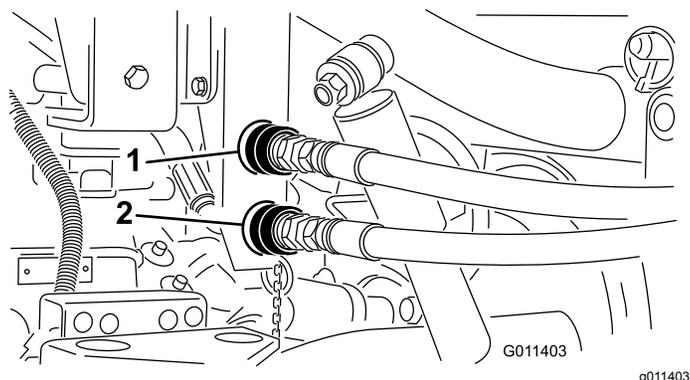

Рисунок 17
3. Перед подсоединением очистите быстроразъемные муфты пескователя от грязи (Рисунок 17). Загрязнение
**Примечание:** Муфты, показанные на Рисунок 17, установлены на машинах с серийными номерами до 239999999.